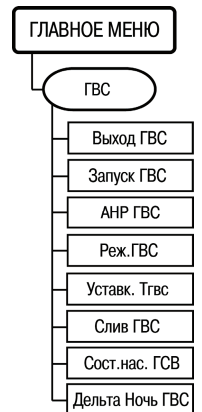

Рисунок 6.18
6.12.1 Пункт меню «ГВС» (рисунок 6.18) включает в себя параметры, ответственные за функционирование контура горячего водоснабжения.